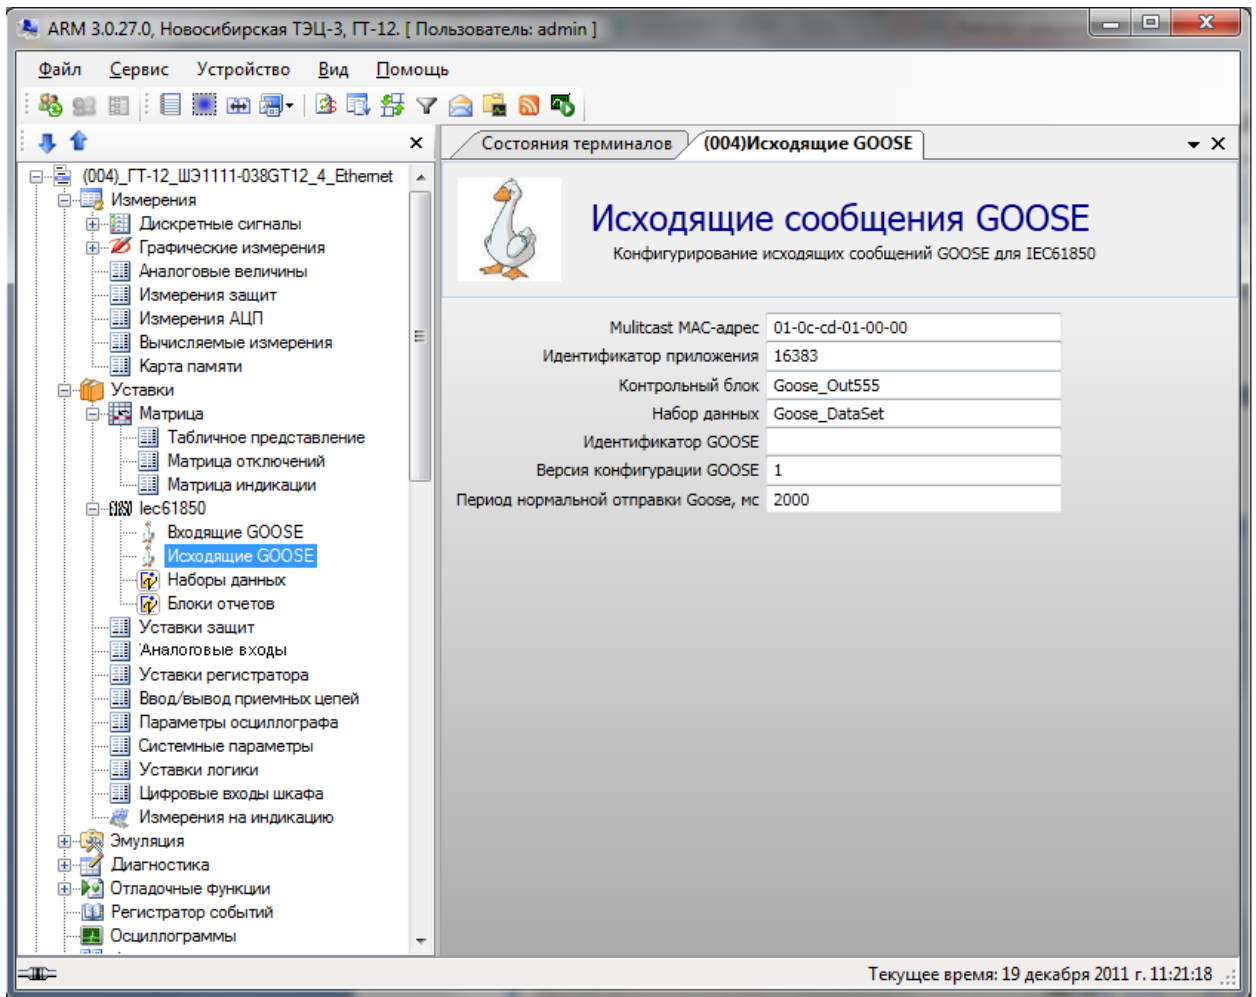

Рисунок 7.8
- б) в разделе IEC61850 → Исходящие GOOSE задать параметры передаваемых GOOSE сообщений (см. рисунок 7.8).